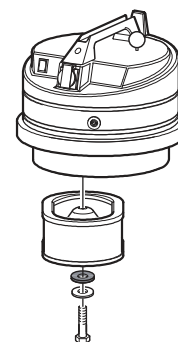

Fig.8
- 4) マイクロフィルターに付属のボルトやワッシャーを用いて、マイクロフィルターを固定してください。(Fig.8)